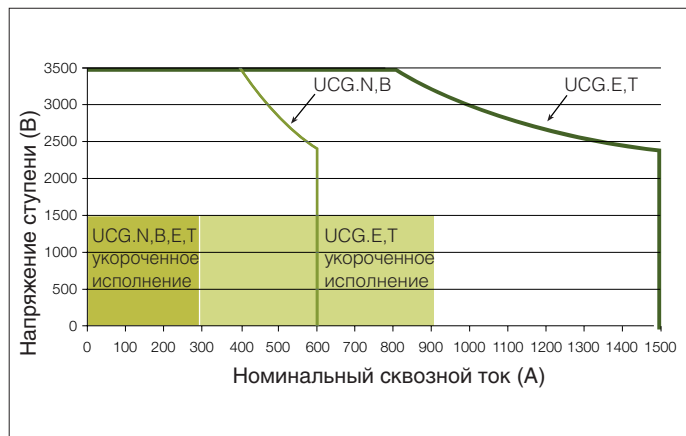

Рис. 22. Номинальное фазное напряжение ступени для типа UCG
- 1) Укороченные корпуса дивертерного переключателя, см. чертежи с размерами в этом руководстве. См. также предельные значения на Рис. 22.